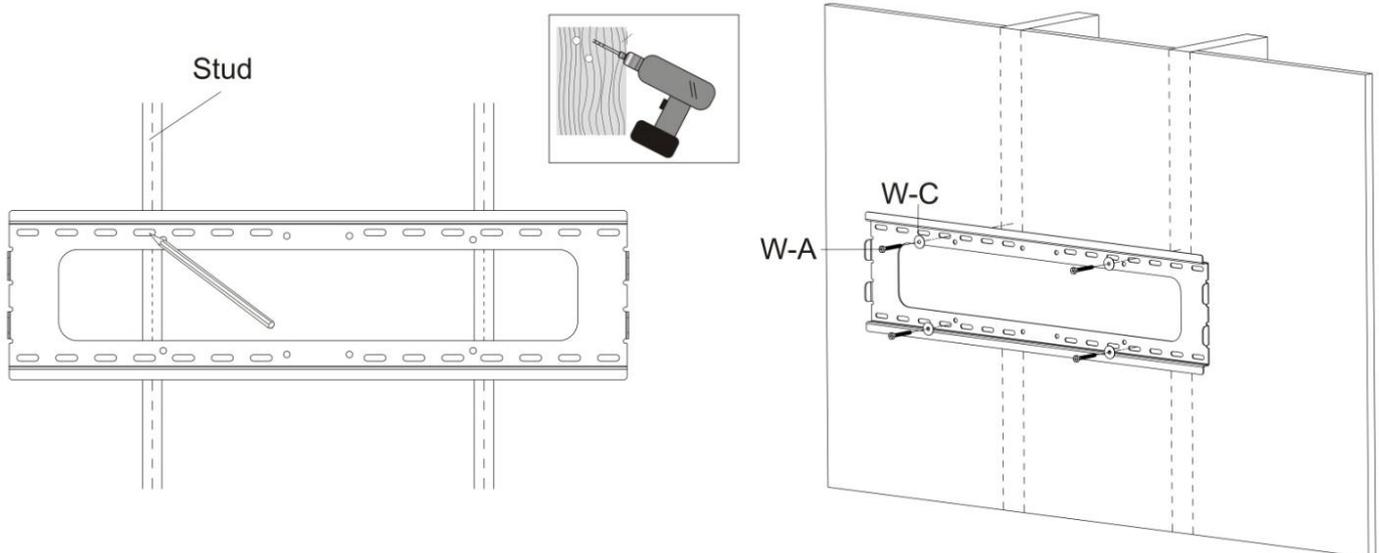

Fig. 2
- 3) Eseguire quattro fori da 3mm di diametro e con una profondità di 30mm. Fissare servendosi di quattro bulloni a testa quadra (W-A) e di quattro rondelle M6 (W-C) come indicato nella Fig. 2.